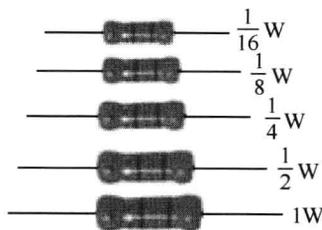

图 1-2 不同额定功率的电阻器 (1:1)
式中， P 为电阻器消耗的功率 (W)； I 为通过电阻器的电流 (A)； U 为电阻器两端的电压 (V)，常用的电阻器功率标称值有 1/16W、1/8W、1/4W、1/2W、1W、2W、5W、10W、15W、25W 等，功率大小与电阻器体积大小密切相关。几种不同额定功率的电阻器对比如图 1-2 所示。